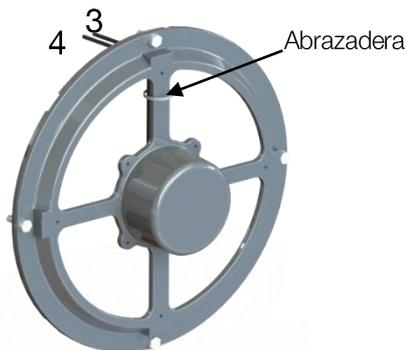

Figura 14.38: Sujeción de los cables de la PMG
- 4) Sujetar los cables de conexión (3 y 4) de la PMG con la abrazadera de poliamida 6.6 en la tapa trasera, conforme la Figura 14.38.